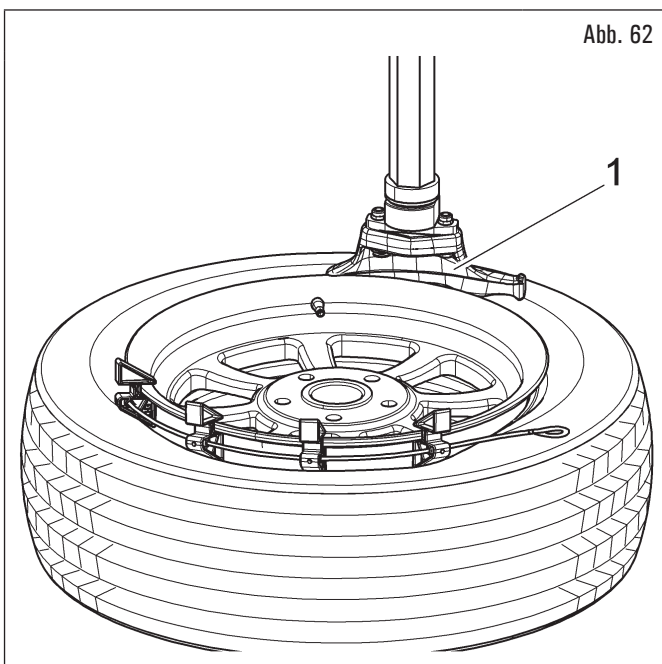

Abb. 62
4. die Sechskantwelle (Abb. 60 Pkt. 1) lösen und den Werkzeugkopf Werkzeug (Abb. 62 Pkt. 1) in radiale und vertikale Richtung an der Felge zum Aufliegen bringen, dann durch Betätigen der Taste am Griff (Abb. 60 Pkt. 2) feststellen;
Wenn es nicht möglich ist, den Wulst manuell genug abzusenken, schmieren Sie die Seitenwand des Reifens gegenüber dem Werkzeugkopf reichlich und verwenden Sie den pneumatischen Wulstabdrücker, um die Seitenwand des Reifens abzusenken, bis Sie die Blöcke der Wulstabdrückerverlängerung mit der mit „EH2“ markierten Seite nach unten am Rand der Felge einhaken können (Abb. 62 und Abb. 63);